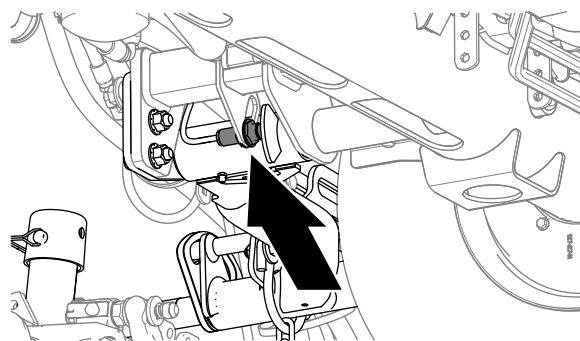

Figure 92
2. Le contacteur des bras de levage se trouve sous le réservoir hydraulique, vers l'intérieur du bras de levage de l'unité de coupe n° 5 (Figure 92).